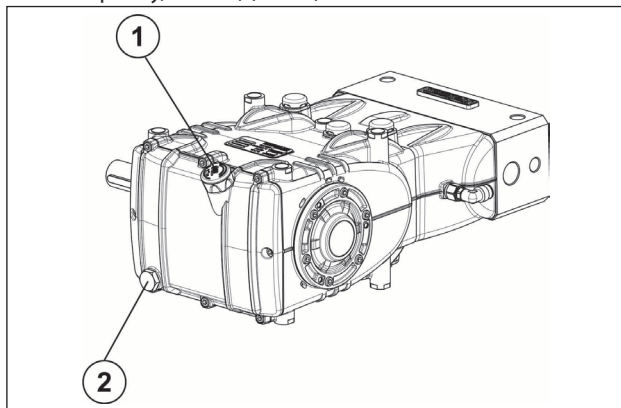

Рис. 1
Для слива масла выньте маслоизмерительный щуп поз. ①, а затем пробку, поз. ②, (Рис. 1).